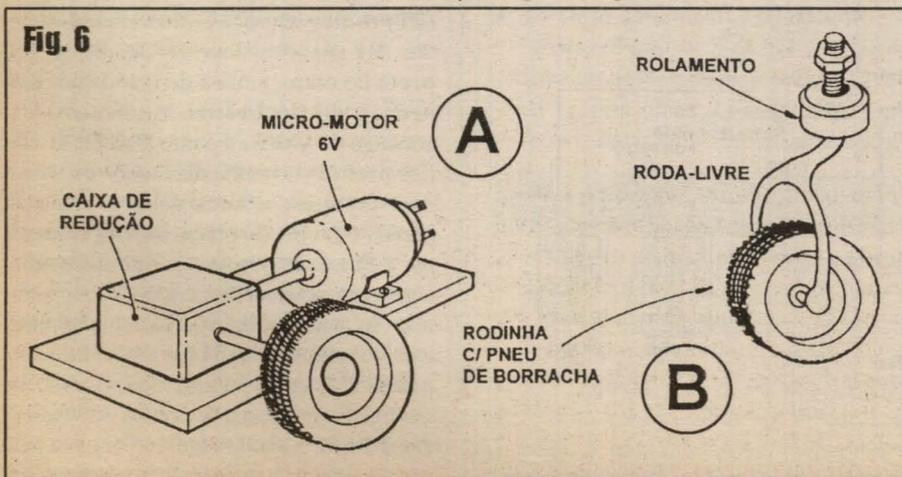

Fig. 6
**- FIG. 6 - DETALHES DA PARTE MECÂNICA...** - No item 6-A temos uma idéia genérica do conjunto trator, formado pelo motor, caixa de redução e rodinha com pneu de borracha... Não se preocupem se o conjunto obtido tiver algumas diferenças nas formas e dimensões gerais aqui mostradas, desde que apresente as requeridas funções... Se obtido em casa de modelismo, provavelmente o bloco será bastante parecido ao ilustrado... Se garfado de algum velho brinquedo a pilhas, desmontado, muito provavelmente o engenho terá duas rodas... Nesse caso, bastará remover a roda de um dos lados, deixando o conjunto rodeta... Não esquecer que, para perfeita simetria e estabilidade mecânica do sistema de tração do ROIROD, as rodinhas de ambos os conjuntos devem se projetar em lados opostos dos blocos motor/caixa de redução... Falando em caixa de redução, normalmente tal sistema mecânico de micro-engrenagens promove uma redução no giro na casa de 1/30, 1/50, ou seja: o regime de giro original do motor é ralentado de 30 a 50 vezes, de modo que as rodinhas girem bem mais devagar do que o eixo do motor, obtendo-se com isso uma velocidade mais adequada ao ROIROD, além de um torque mais poderoso (necessário para que os conjuntos tratores possam confortavelmente levar o peso do conjunto - que embora não exagerado - não é muito pequeno...). Em 6-B vemos um aspecto também genérico da chamada roda livre (normalmente utilizada em pés de mesinhas